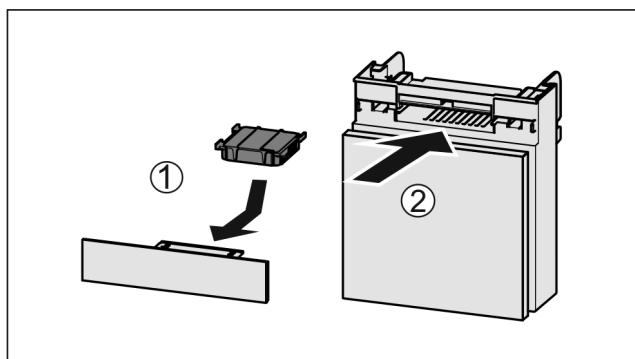

Fig. 51
- Вставити фільтр з активованого вугілля за малюнком Fig. 51 (1).
- Вставити відділення Fig. 51 (2).